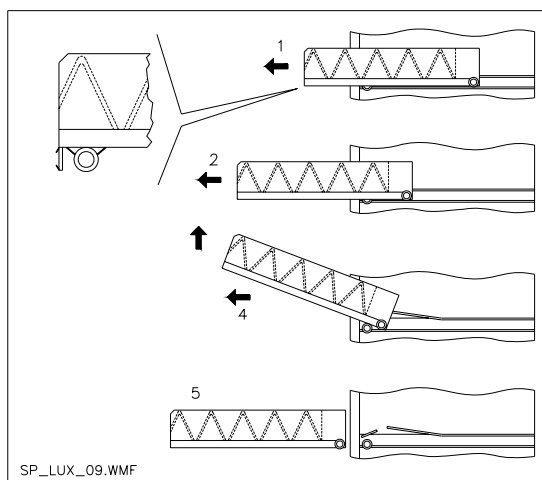
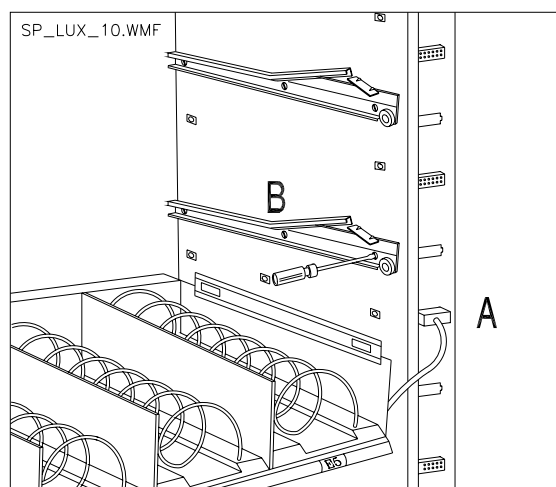

FIG. 8
FIG. 9
Per sostituire il cassetto agire come segue: 1) Aprire la porta principale. 2) Togliere tensione portando l'interruttore nella posizione "off" 3) Disconnettere il connettore elettrico -A- fig. 9 4) Estrarre il cassetto vincendo il blocco della molla di posizionamento (tirare con dolcezza) 5) Tirare il cassetto sino al fermo, quindi alzare verso l'alto, poi ruotare verso il basso sino allo sganciamento dalla guida, infine rimuoverlo dalla macchina fig. 8. Per il montaggio di un altro cassetto procedere come segue: 1) Inserire il cassetto. 2) Spingere fino a che il cassetto si innesta nella posizione di blocco 3) Inserire il connettore elettrico -A- fig. 9 4) Dare tensione portando l'interruttore nella posizione "on" 5) Chiudere la porta principale.
9.5 VARIAZIONE CASSETTI (FIG. 9)
I distributori aventi 6 cassette possono essere trasformati a 7 cassette procedendo come segue: 1) Aprire la porta 2) Togliere tensione portando l'interruttore nella posizione "off" 3) Estrarre tutti i cassette dal D.A. 4) Spostare le guide rif. B Fig. 9, (l'ultima in basso è già nella posizione corretta quindi non bisogna spostarla). 5) Spostare i connettori, rif. A Fig.9, posti sul bordo del cassone. 6) Togliere una coppia di guide, un cablaggio connettore. 7) Rimontare 7 cassette verificando che la molla di bloccaggio sia innestata e i connettori ben inseriti. 8) Impostare i nuovi prezzi.